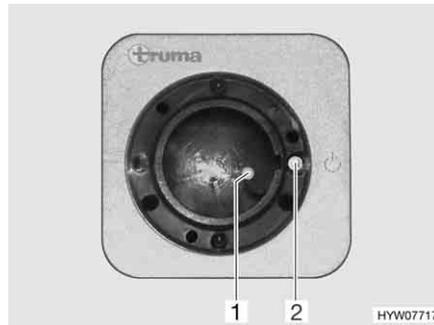
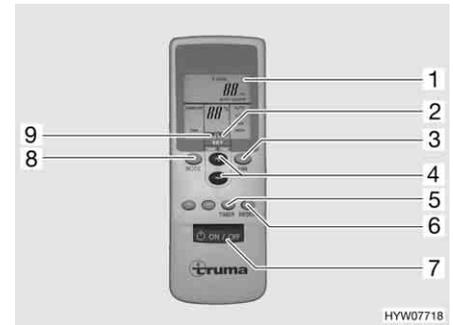

Fig. 163 Ricevitore
Fig. 164 Telecomando
- Accendere il telecomando con l'interruttore (Fig. 164,7). La spia verde di controllo (Fig. 163,1) indica la modalità di raffreddamento.
- Impostare la modalità di funzionamento desiderata con il tasto (Fig. 164,8).
- In caso di necessità, impostare con i tasti (Fig. 164,3 e 4) la potenza della ventola desiderata e la temperatura dell'ambiente. La freccia (Fig. 164,9) indica la modalità di regolazione selezionata.
- ▷ Sul ricevitore si trova un ulteriore interruttore a tasto (Fig. 163,2) con il quale è possibile spegnere e accendere l'impianto di climatizzazione anche senza il telecomando. Quando l'impianto di climatizzazione viene acceso mediante questo interruttore a tasto, viene selezionata automaticamente l'ultima modalità di funzionamento impostata con il telecomando.
- Per spegnere, premere nuovamente il tasto (Fig. 164,7) al telecomando.
- Per programmare l'impianto di climatizzazione, accendere con il tasto (Fig. 164,7) sul telecomando.
- Con i tasti (Fig. 164,8, 3 e 4), impostare la modalità di funzionamento e la temperatura dell'ambiente desiderate.
- Selezionare la funzione desiderata (Fig. 164,1) con il tasto (Fig. 164,5):
- Selezionare il tempo di commutazione desiderato (da 1 a 15 ore) con il tasto (Fig. 164,4). La freccia (Fig. 164,2) lampeggia e indica la modalità di regolazione.
- ▷ Con il tasto (Fig. 164,6) le impostazioni del telecomando vengono ripetutamente inviate al ricevitore.